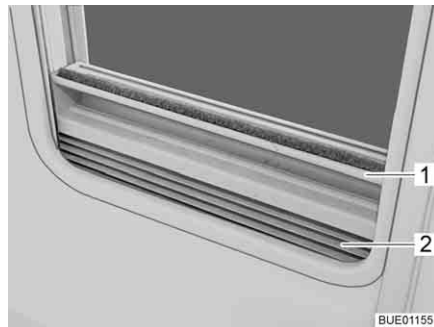

Fig. 45 Dispositif occultant plissé
- Saisir le dispositif occultant plissé (Fig. 45,2) par le centre de la barre-poi-gnée (Fig. 45,1), le tirer du bas vers le haut et le relâcher à la hauteur voulue. Le dispositif occultant plissé reste alors à cette hauteur.